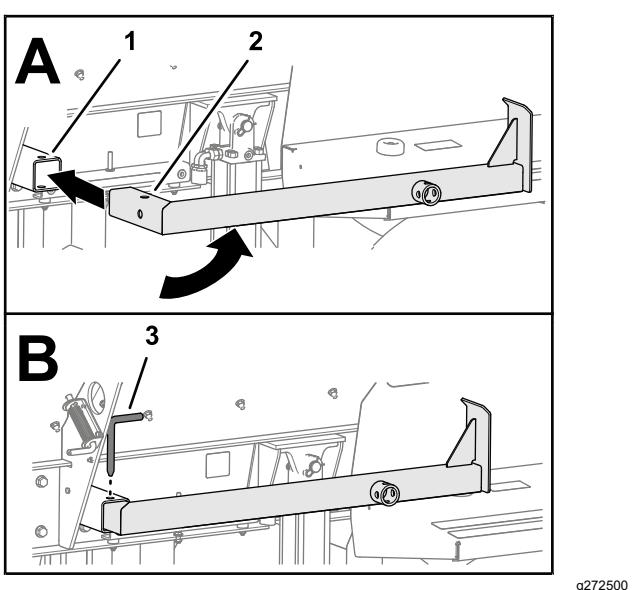

Figure 26
- Faites pivoter la béquille arrière à l'horizontale et insérez-la dans le tube (Figure 26).
- Alignez les trous de la béquille et du tube, et fixez la béquille avec la goupille (Figure 26).